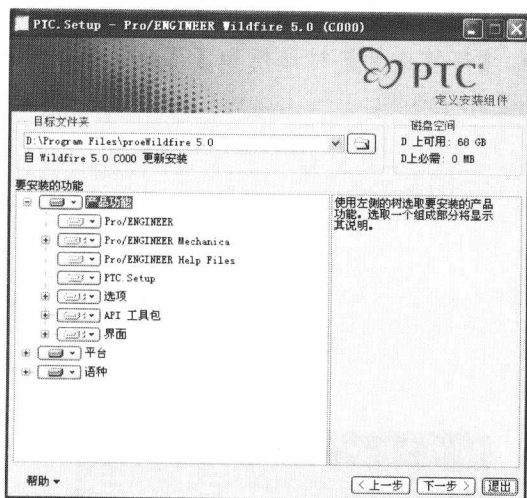

图 1-4 【定义安装组件】对话框
- 05 选择 Pro/ENGINEER & Pro/ENGINEER Mechanical,弹出【定义安装组件】对话框,如图 1-4 所示,选择所要安装的组件。本节介绍的安装过程选择了所有组件。